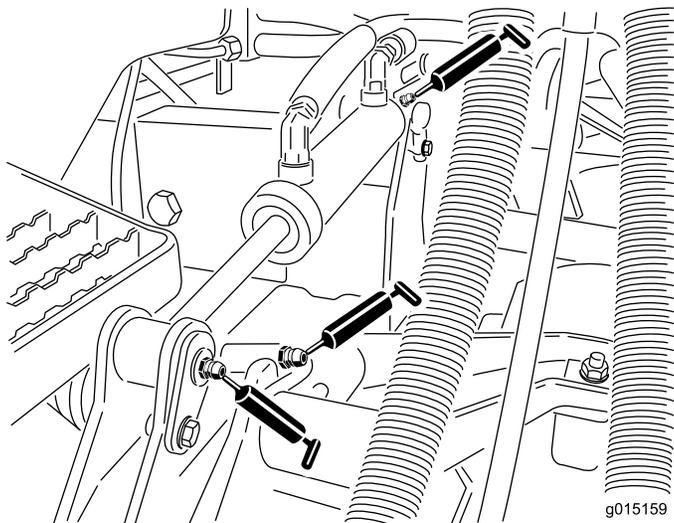

**Figura 73**
- Boccole girevoli (1 per piatto di taglio) del braccio di sollevamento (**Figura 73**).
- Telaio portante dell'apparato di taglio (2 per apparato) (**Figura 73**)
- Perno del braccio dell'apparato di taglio (1 per apparato) (**Figura 73**)